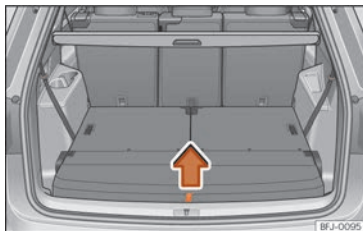

Fig. 125 Na bagageira: levantar o piso da bagageira.
- » **Fig. 125** para cima, no sentido da seta, e retire-o.